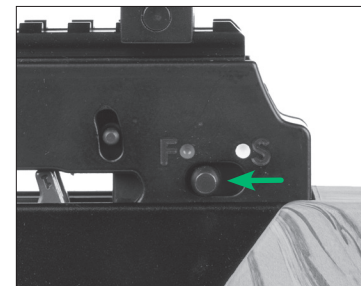

FIGURA 11
El seguro está desactivado y la ballesta está lista para amartillarse cuando el interruptor del seguro se ha movido de la posición (S)AFE (Seguro activado), bajo el punto blanco, a la posición (F)IRE (Fuego), bajo el punto rojo, como se ilustra en la Figura 11.
Con la ballesta apuntada en una dirección segura y una flecha cargada, deslice el interruptor del seguro (Parte 2) hacia adelante hasta que oiga y sienta que se desactiva. El seguro está desactivado y la ballesta está lista para ser amartillada o disparada cuando el interruptor del seguro se ha movido desde debajo de la posición (S)AFE (Seguro activado) y el punto blanco, a debajo de la posición (F)IRE (Fuego) y el punto rojo, como se ilustra en la Figura 11 en la página 4.